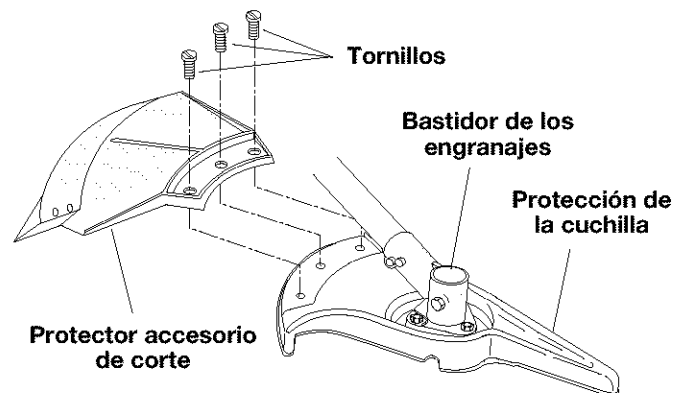

Fig. 4
Instale el protector accesorio de corte con los tres (3) tornillos (1/4-20 x 0.50) (Fig. 4) en el protector de la cuchilla con un destornillador adecuado. Ajuste los tornillos.
Retire el protector del accesorio de corte del montaje del protector quitando los tres (3) tornillos con un destornillador adecuado (Fig. 4). Almacene las piezas para su uso futuro.